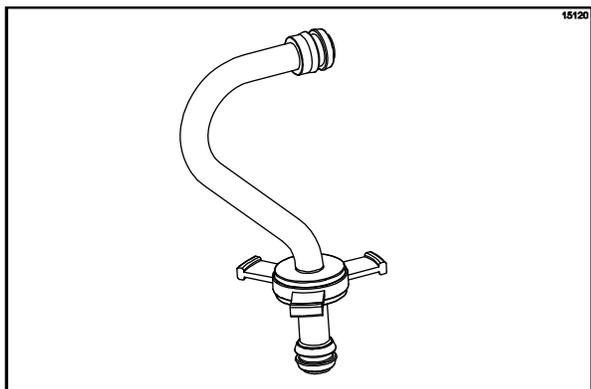

图 152
10. 装配进料管组件。将逆止圈套在进料管上的环槽内。（见图 152。）